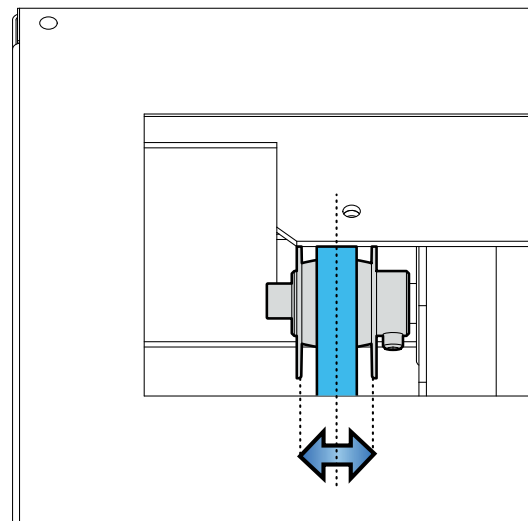

Fig. 5
12. Sjekk at rotorreima sitter i senter av drivrullen (se Fig. 5). Pilen på venstre side av rotorhuset angir rotorens rotasjonsretning. Dra rotoren to omdreininger rundt i riktig retning for å justere inn reima.
12. Kontrollera att rotorremmen sitter i mitten av drivrullen (se Fig. 5). Pilen på vänster sida av rotorhuset anger rotorns rotationsriktning. Dra rotorn två varv runt i rätt riktning för att justera remmen.
12. Make sure that the belt is placed in the center of the drive shaft (see Fig. 5). The arrow on the left side of the rotor housing indicates the rotation direction of the rotor. Pull the rotor approximately two rounds in the correct direction, to adjust the placement of the belt on the rotor.